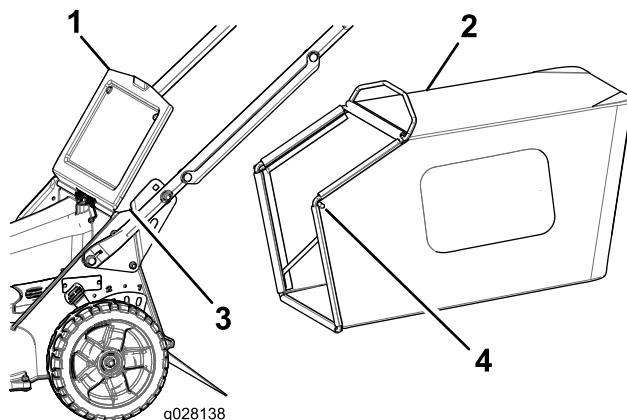

Figura 17
2. Levante y sujeté la puerta trasera (Figura 17).
4. Inserte los extremos de la varilla de la bolsa en las muescas de la base del manillar, y mueva la bolsa hacia adelante y hacia atrás para verificar que los extremos de la varilla están asentados en el fondo de cada muesca (Figura 17).
3. Retire la varilla de la bolsa de recogida de las muescas de la base del manillar (Figura 17).